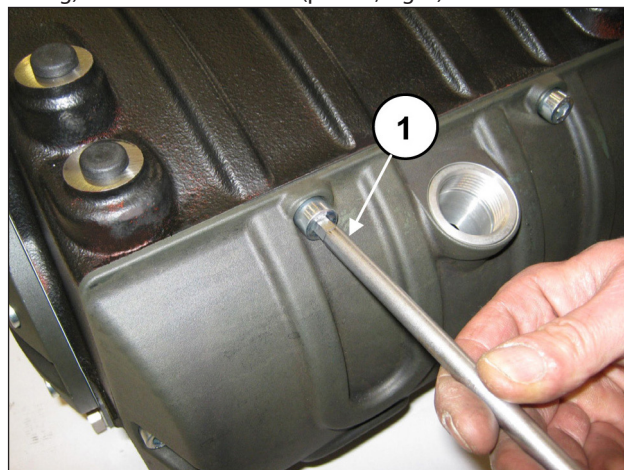

Fig. 2
Svuotare completamente la pompa dall'olio, quindi provvedere allo smontaggio del coperchio carter (e relativo O-ring) svitando le 6 viti M10 (pos. ①, Fig. 2).